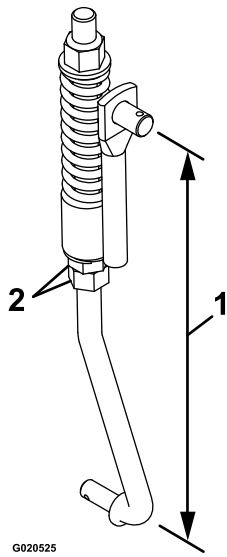

Figura 59
8. Ajuste la longitud del acoplamiento con las 2 tuercas situadas en la parte inferior del conjunto de muelle vertical (Figura 59).